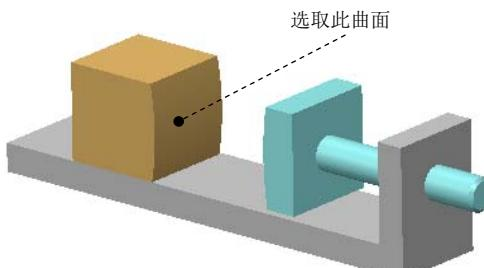

图 7.6.17 定义“凸轮 2”的参考
- (3) 定义“凸轮 2”的参考。单击“凸轮从动机构连接定义”对话框中的 **凸轮2** 选项卡，选取图 7.6.17 所示曲面为“凸轮 2”的参考，单击“选择”对话框的 **确定** 按钮。